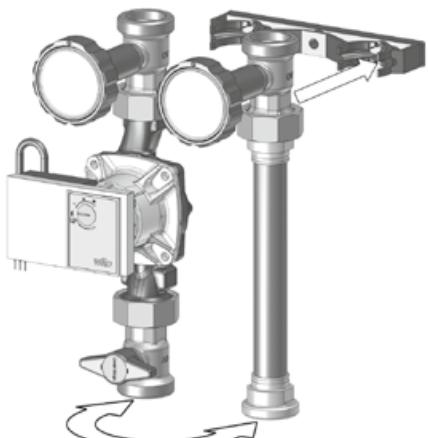
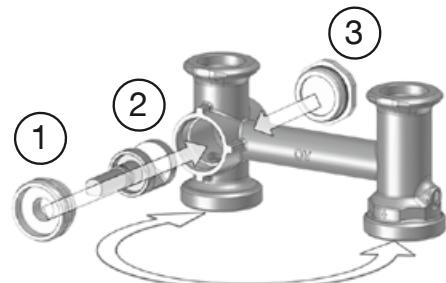

Fig. 12
Fig. 21
- Monter l'**adaptateur (3)** fourni avec le moteur (voir fig. 12) sur le boisseau de la vanne. **Veiller à ce que la nervure pointue de l'adaptateur soit orientée vers le bas** (fig. 21).